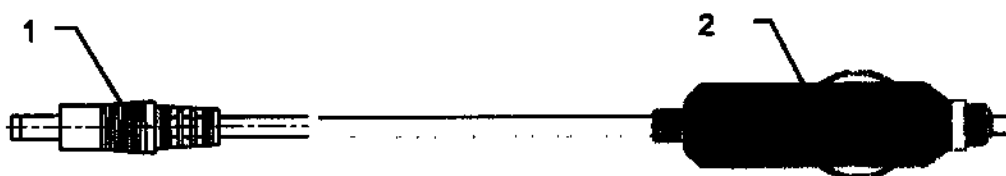

Рисунок 4.1 – Кабель для подключения к внешнему источнику постоянного тока
1) Для подключения к сети постоянного тока напряжением от 11 до 27 В используется кабель питания для подключения к внешнему источнику постоянного тока ТЭСМ.534028-02 из комплекта поставки (Рисунок 4.1).
Разъем-розетку 1 кабеля (Рисунок 4.1) необходимо подключить в разъем питания на панели изделия.